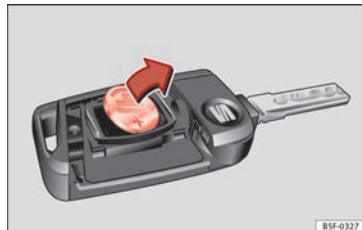

Abb. 130 Fahrzeugschlüssel: Batterie herausnehmen.
- Batterie mit einem geeigneten dünnen Gegenstand aus dem Batteriefach heraushebeln » **Abb. 130**.
- Neue Batterie wie gezeigt ansetzen » **Abb. 130** und entgegen der Pfeilrichtung in das Batteriefach drücken » ❷.